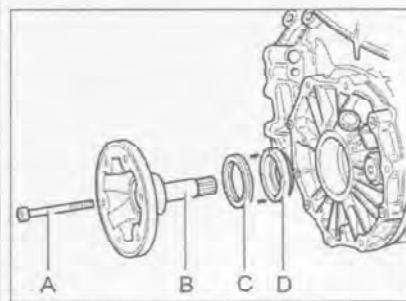

Рис. 7.284. Извлеките ротор датчика спидометра (D).
2. Извлеките ротор датчика спидометра (D) (рис. 7.284).